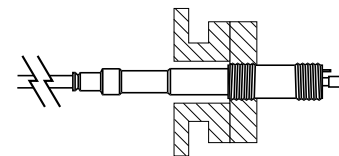

Figura 5 -
**NOTA:** L'elemento di protezione DEVE essere posizionato all'esterno del bocchello. NON montare orizzontalmente l'apparecchio in un bocchello con profondità superiore a 75 mm (3 pollici). Vedere **Figura 5**. Il prodotto potrebbe accumularsi all'interno del bocchello e causare un'errata attivazione.